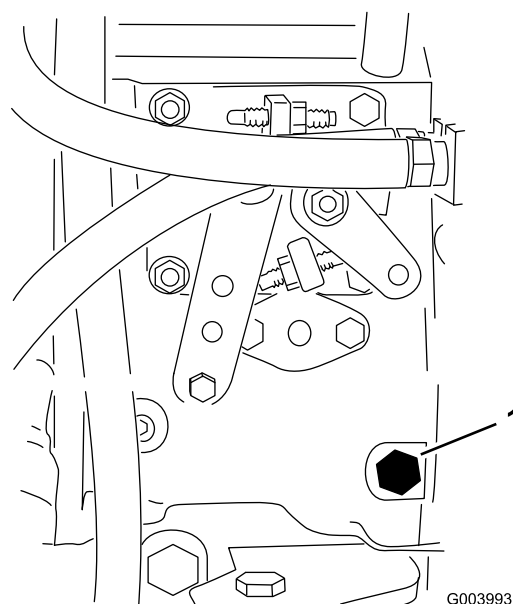

Figura 32
3. Abra el tornillo de purga de aire de la bomba de inyección de combustible (Figura 32) con una llave de 12 mm.